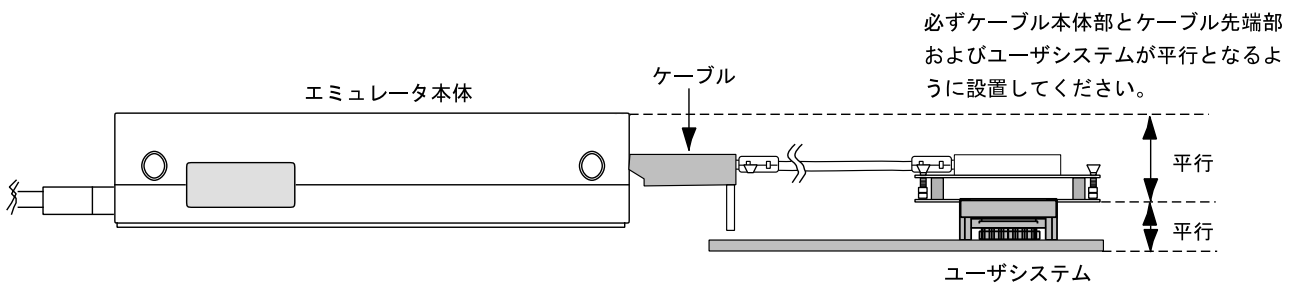

図1-1 設置例
- (1) ユーザシステムへの接続時には1ピン位置に十分注意して、誤接続は絶対にしないでください。
- (2) 本ユーザシステムインタフェースケーブルを使用する場合の推奨マウントパッド寸法は、MCU実装用マウントパッド寸法とは異なりますので注意してください。
- (3) 本ユーザシステムインタフェースケーブルは、HS3664EPI61Hエミュレータ専用ですので、他のエミュレータ本体には使用しないでください。
- (4) ケーブル本体部が断線する可能性がありますので、本ユーザシステムインタフェースケーブルの上に重いものや金属等の角の尖ったものを置かないでください。
- (5) ユーザシステムに接続した状態では、ユーザシステムインタフェースケーブル、特にケーブル先端部に無理な力が加わらないように注意する必要があります。図1-1の設置例を参照してご使用ください。